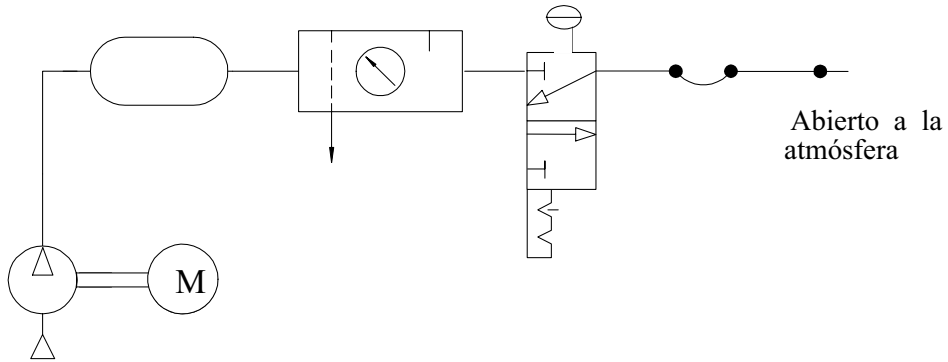

Figura 6.3. Sistema neumático
1. Conectar una manguera al sistema neumático de la figura 6.3.